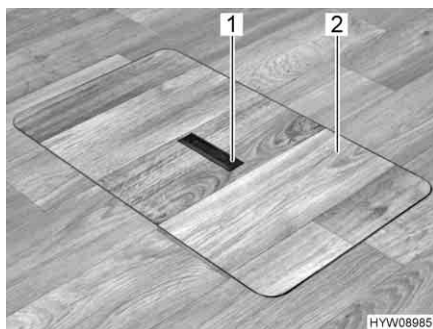
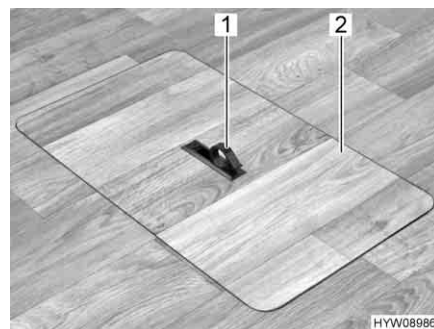

Fig. 42 Copertura vano pavimento (maniglia abbassata)
Fig. 43 Copertura vano pavimento (maniglia estratta)
- Spingere la piastra di presa (Fig. 42,1) verso il basso da un lato. La maniglia (Fig. 43,1) viene ruotata verso l'alto.
- Alzare la copertura (Fig. 43,2).
- Collocare la copertura (Fig. 43,2) nell'intelaiatura presente sul fondo.